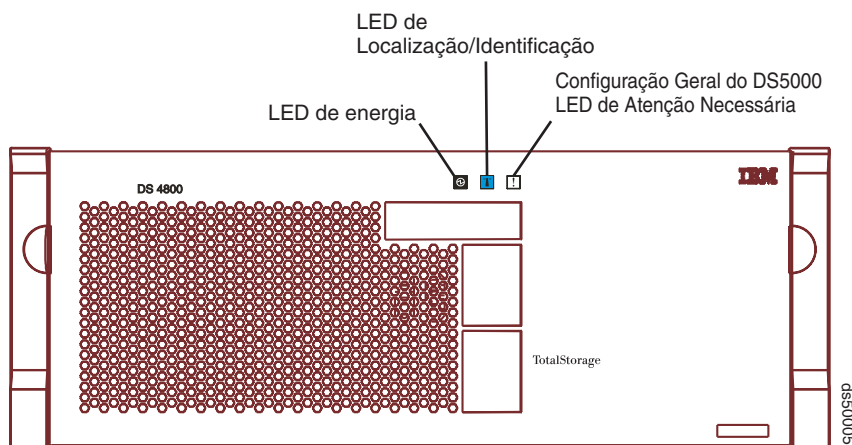

Figura 136. LED de Atenção Necessária Geral da Configuração no Painel Frontal do DS5100 ou DS5300
2. Localize o subsistema de armazenamento que contém o módulo SFP com falha verificando o LED de Atenção Necessária Geral da Configuração no painel frontal do subsistema de armazenamento (A Figura 136 mostra o local do LED de Atenção Necessária Geral da Configuração no painel frontal).
2. Localize o subsistema de armazenamento que contém o módulo SFP+ com falha verificando o LED de Atenção Necessária Geral da Configuração no painel frontal do subsistema de armazenamento (A Figura 136 na página 232 mostra o local do LED de Atenção Necessária Geral da Configuração no painel frontal).